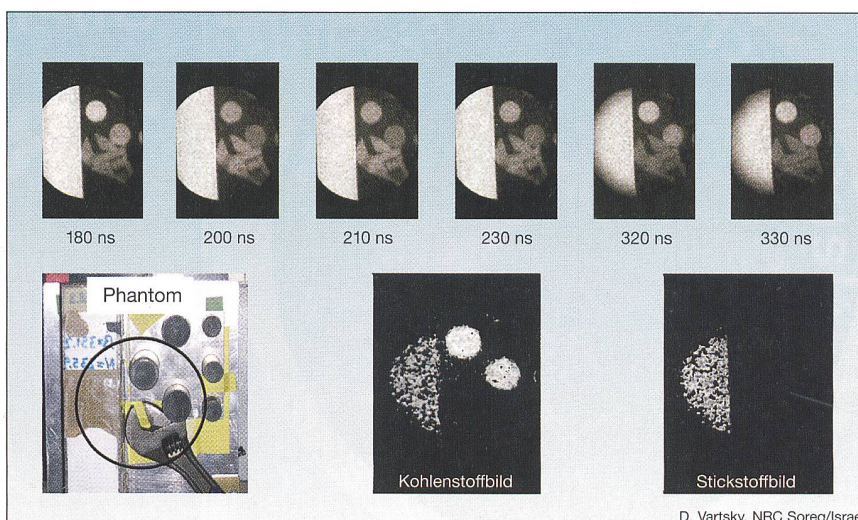

Bild 11 Radiografie bei unterschiedlichen Energien
diesen Verstärker wiederum lässt sich die Belichtung sehr schnell steuern – bis hinunter zu wenigen Nanosekunden. Durch Wahl des Belichtungszeitpunkts und der Dauer kann ein Energiebereich gezielt aufgenommen werden. Das Bild im Ausgang des optischen Bildverstärkers wird über eine CCD-Kamera über viele Neutronenpulse integriert und dann ausgelesen. Bild 11 zeigt eine Bilderserie, bei der eine Probe sequenziell bei verschiedenen Energien durchleuchtet wurde. Anschließend wurde die Verteilung des Stickstoffes (N) und des Kohlenstoffes (C) durch mathematische Verfahren bestimmt.